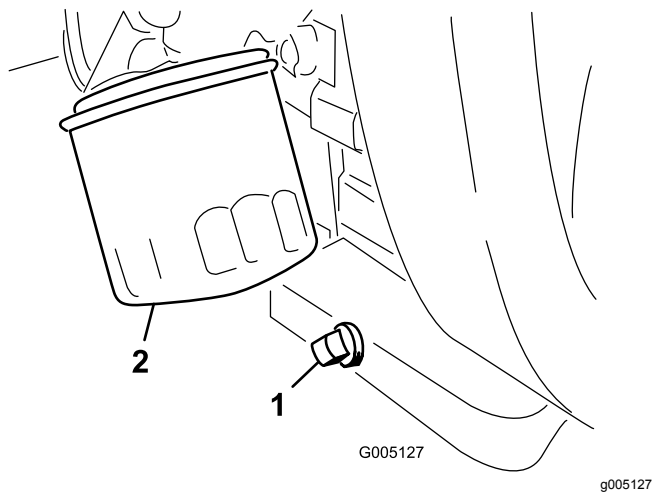

Figure 34
1. Retirez le bouchon de vidange (Figure 34) et laissez couler l'huile dans un bac de vidange.
2. Nettoyez le filetage du bouchon de vidange, enduisez-le de produit d'étanchéité au PTFE et remettez le bouchon en place (Figure 34).
3. Déposez le filtre à huile (Figure 34).